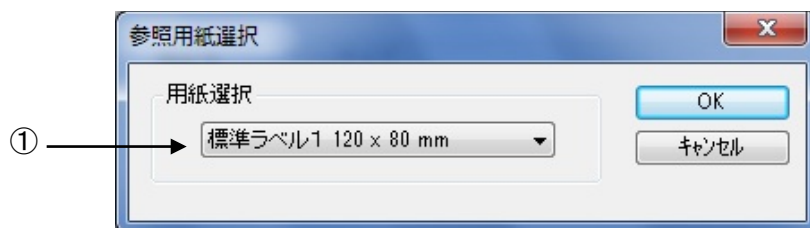

図 1.5.4 参照用紙選択画面
- ①各設定値を登録済みの用紙から参照します。クリックすることにより、図 1.5.4 に示す画面が表示されます。